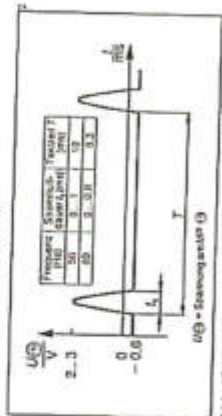

Abb. 10: Grenzwerte zur Vorstromeinstellung
- Die Stromlaufdauer muß mit den Angaben in Abb. 10 übereinstimmen; gegebenenfalls an Poti 103 einstellen.